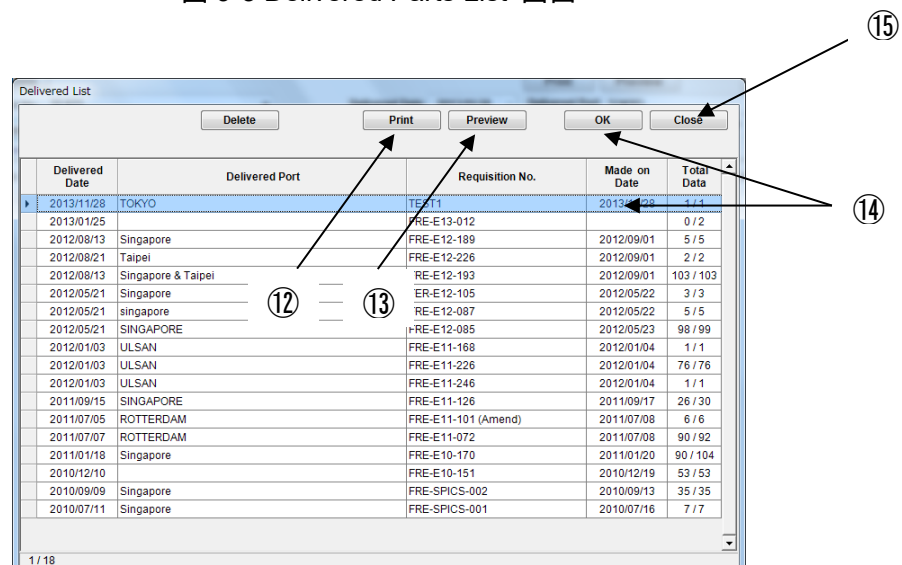

図.9-4 Delivered List ダイアログ
- (8) 受領部品リストを印刷したい場合は[Print]を選択してください。
- (9) 印刷画面を確認したい場合は[Preview]を選択してください。
- (10) [Delivered Date]を選択してください。
- (11) “Delivered List ウィンドウ”(図 9-4) が表示されます。
- (12)受注日リストを印刷したい場合は[Print]を選択してください。
- (13) 印刷画面を確認したい場合は[Preview]を選択してください。
- (14)受領日リスト上で参照したい項目を指定し、ダブルクリックするか [OK] を選択すると、“Delivered 画面”に指定した日付の受領部品リストが表示されます。